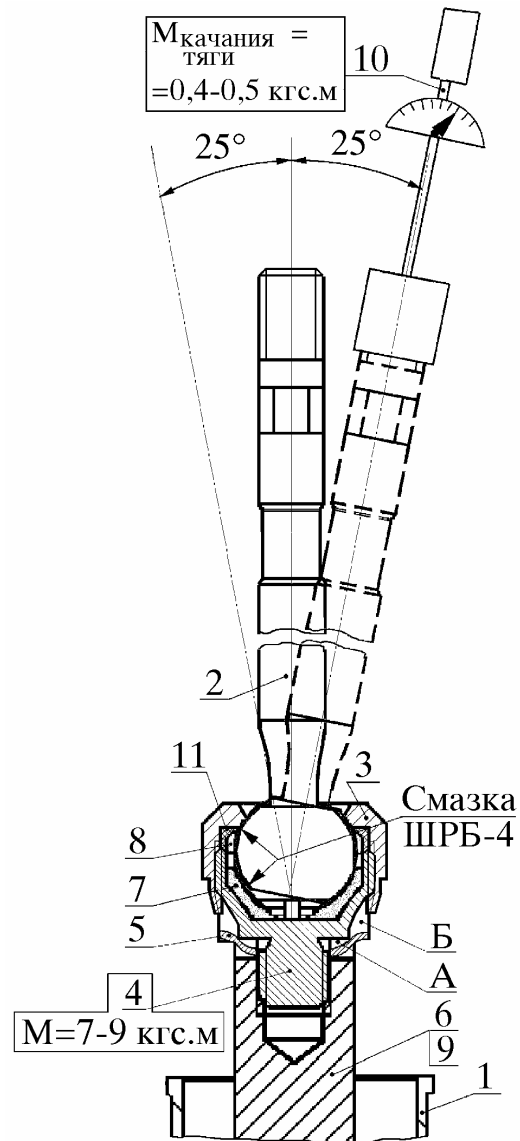

Рис. 4. Установка корпуса шарнира и тяг с шарнирами на рулевой механизм:
7.3.1.1. Установить стопорную шайбу 5 (рис. 4) на рейку 6 так, чтобы выштамповки шайбы вошли в паз А рейки. Винтить и затянуть корпус 4 шарнира в рейку 6 спецключом, установленным в пазы Б корпуса 4 шарнира, с моментом от 70 до 90 Н.м (7 - 9 кгс.м), придерживая рейку 6 за лыску ключом